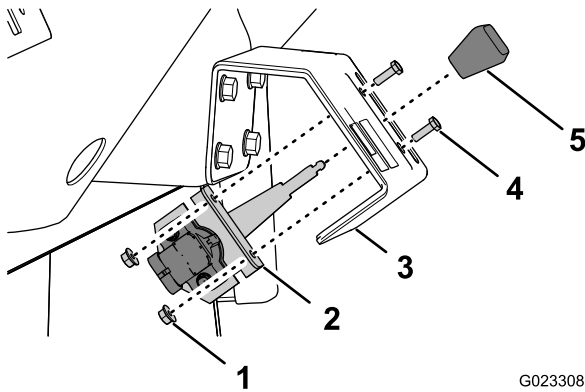

図 18
1. ハンドスロットルのレバーからノブがまだ付いている場合には外す 図 18。
2. ハンドスロットルのレバーを、ハンドスロットルブラケットのスロットに合わせ、ハンドスロットルに取り付けた取り付けブラケットの穴とハンドスロットルブラケットの穴とを整列させる 図 18。
3. ハンドスロットルブラケットを、ハンドスロットルブラケットに固定するボルト10 - 32 x 5/82本とナット2個を使用する 図 18。